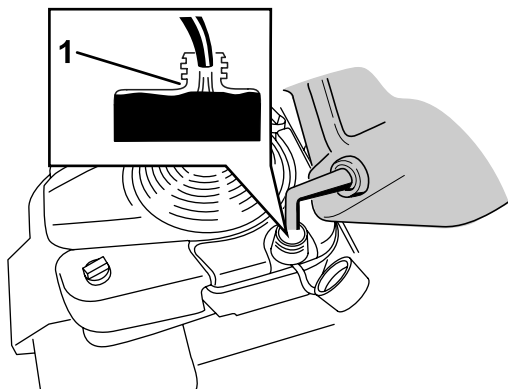

Figura 12
1. Limpie la zona alrededor del tapón del depósito de combustible y retire el tapón del depósito (Figura 12).